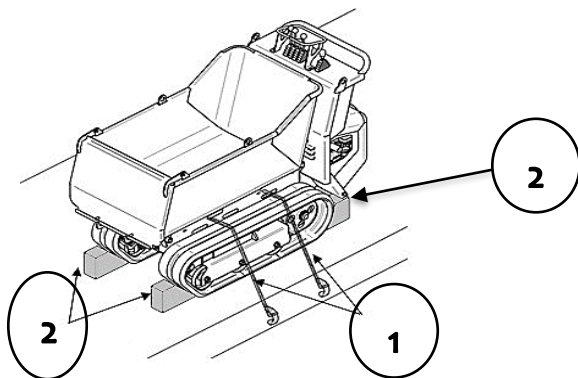

Abb. 3
- Das MULTIMOBIL **muss** auf der Ladefläche des Transportfahrzeugs (z.B. Transportanhänger) mit geeigneten Zurrgurten/Ketten ① am Boden des Transportfahrzeugs sicher verankern/befestigt werden (Abb. 3).
- Zusätzlich ist das Gerät durch geeignete Unterlegkeile ② an den Enden des Raupenfahrwerks zu sichern! (Abb. 3).